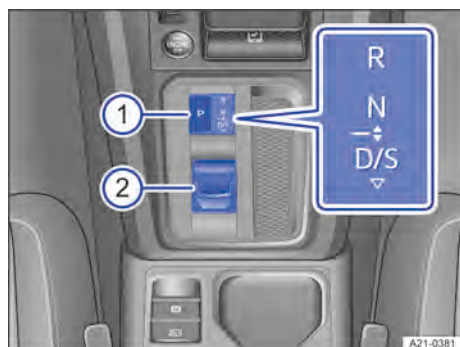

Fig. 108 Dans la console centrale : levier sélecteur de la boîte automatique avec touche de frein de parking
Lorsque le contact est mis, le rapport sélectionné apparaît sur l'afficheur du combiné des instruments et dans la partie inférieure de la console centrale → fig. 108.
1. Appuyez sur la touche **P** → fig. 108 ①.
1. Imprimez au levier sélecteur → fig. 108 ② une impulsion vers l'arrière.